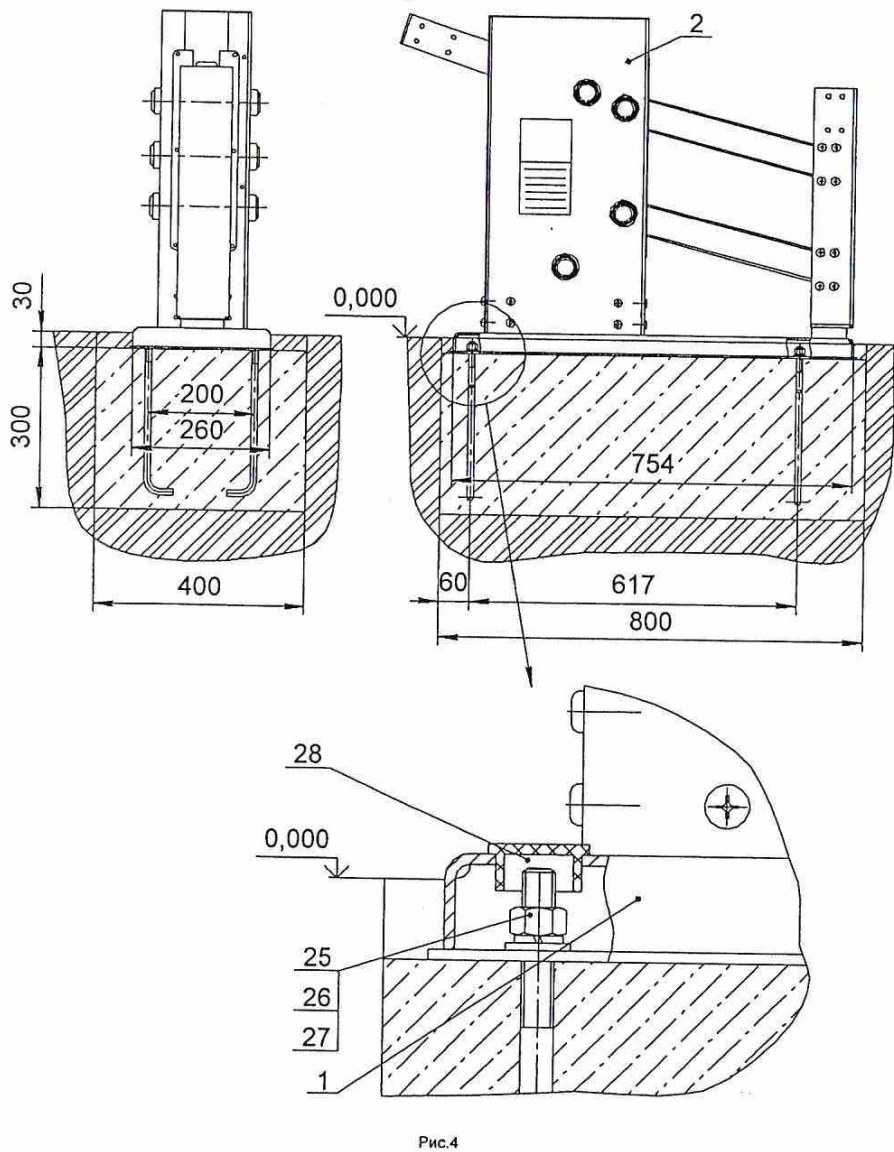

Рис.4
10.3.2 Убедиться в сухости и прочности залитого бетона. Установить платформу со стойкой (поз. 1; 2) на анкерные болты и закрепить, установить заглушки поз.161 (рис.4):